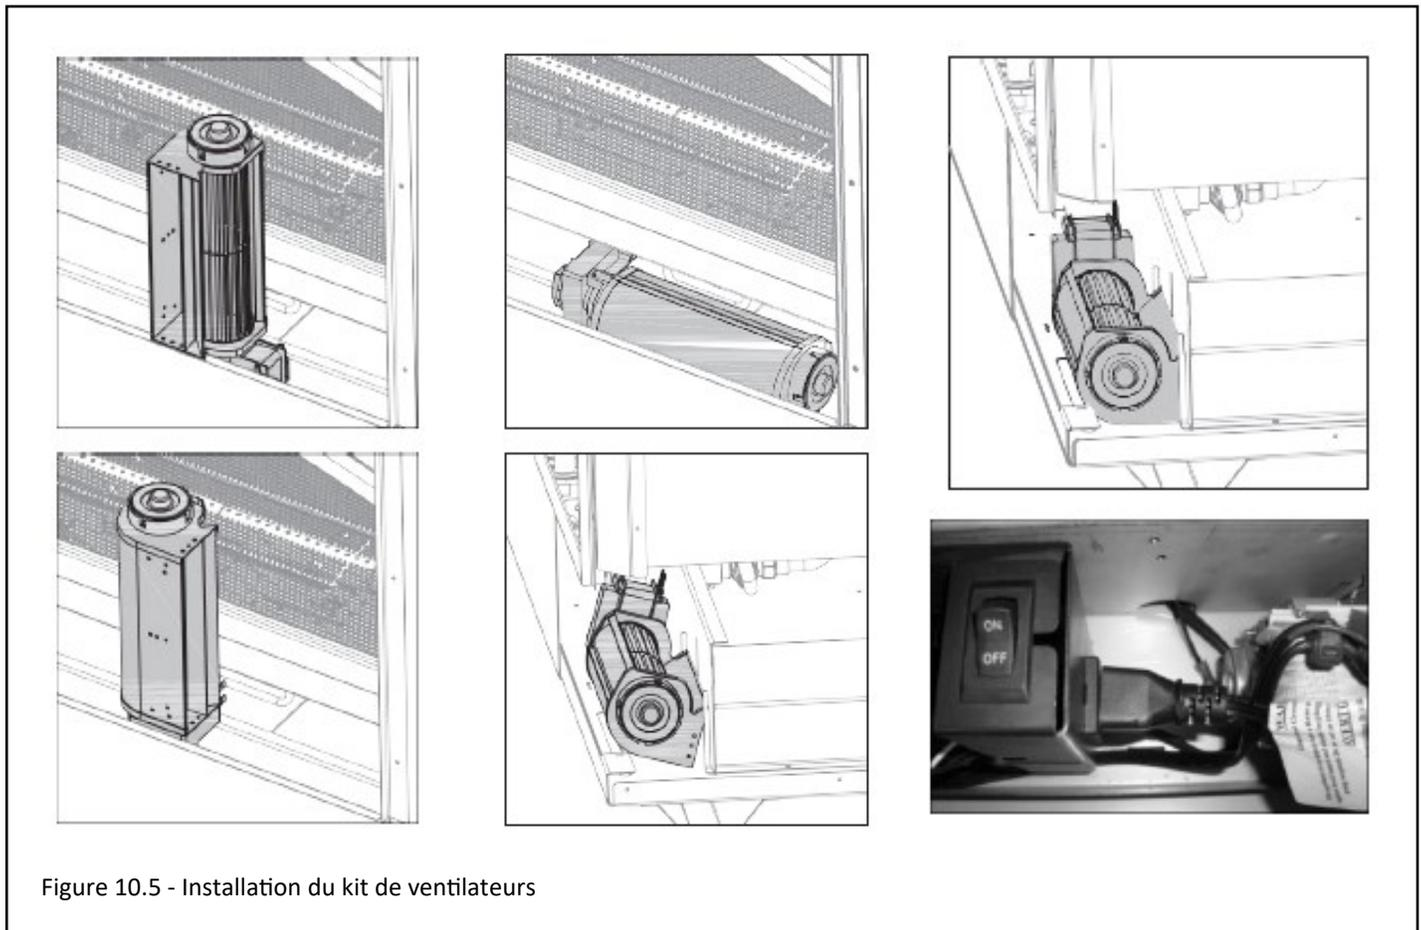

Figure 10.5 - Installation du kit de ventilateurs
6. Positionnez le ventilateur tel que montré à la Figure 10.5. En pivotant le ventilateur vers vous, le bord supérieur de la sortie d'air du ventilateur s'insérera derrière le bord supérieur de l'ouverture du canal d'air du foyer, bloquant en place le ventilateur. **NE LAISSEZ PAS LE VENTILATEUR TOUCHER UN CÂBLE ÉLECTRIQUE.**